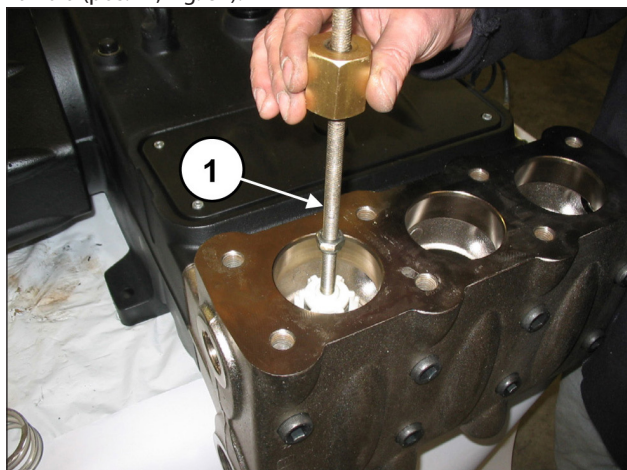

Fig. 82
Extraer el grupo de la válvula de envío introduciendo un extractor de percusión en el orificio M10 de la guía de la válvula (pos. ①, Fig. 82).